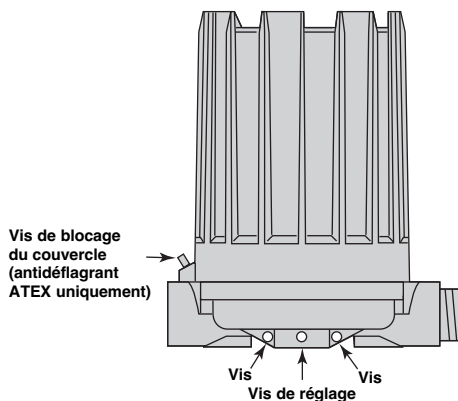
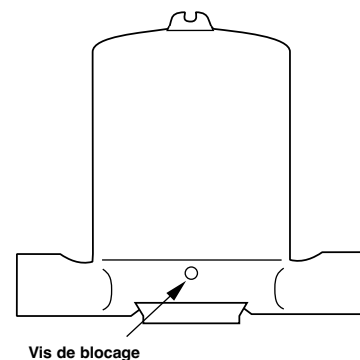

Figure 3
Figure 4
1. Desserrer la ou les vis de réglage situées à la base du boîtier du contacteur. Voir la Figure 3.
ATTENTION: NE PAS essayer de dévisser le couvercle d'un boîtier antidéflagrant ATEX avant de desserrer la vis de blocage du couvercle (Figure 3 – aluminium moulé ATEX) ou de l'embase (Figure 4 – fonte ATEX) du boîtier. TOUJOURS resserrer la vis de blocage après la remise en place du couvercle.